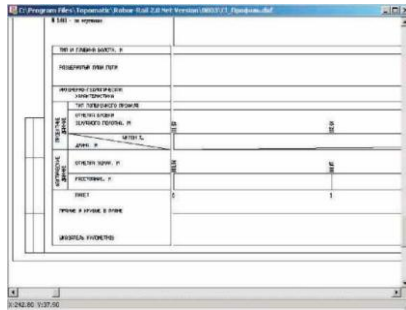

Рис.28. Чертеж продольного профиля
*Шаблон* - это dxf-файл, который состоит из шапки, к каждой линии которого приложены специальные коды (рис. 28).